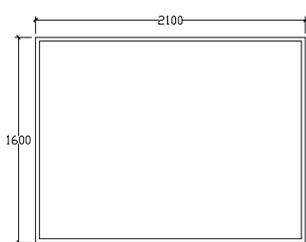

图 3-1-21
**STEP 02** 使用偏移命令 OFFSET 将矩形向内偏移 30，如图 3-1-21 所示。